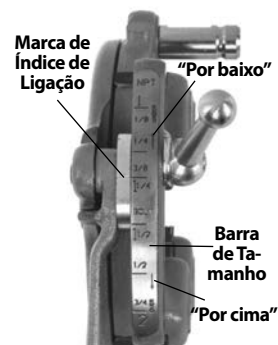

Figura 9 – Ajustar Tamanho da Rosca
3. Comece com a marca de índice de ligação alinhada com a marca de tamanho pretendida na barra de tamanho. Com cabeças de rosca Mono e Bolt, defina a marca da ligação na barra de tamanho. Para rosca parafusos com cabeça de rosca Universal, defina as tarraxas na linha BOLT na barra de tamanho (Figura 9).